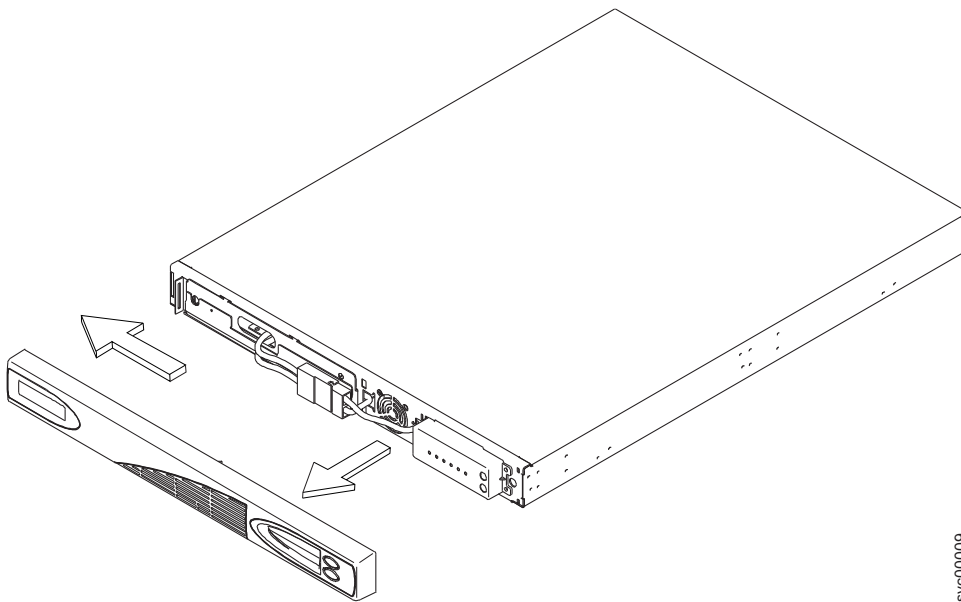

図 358. 2145 UPS-1U のフロント・パネルの取り外し
2. フロント・パネルの右側を引っ張って、パネルを 2145 UPS-1U の右中央セクションから取り外します。図 358 に示すように、フロント・パネルを左方に押して、パネル左端の留め金を解放します。